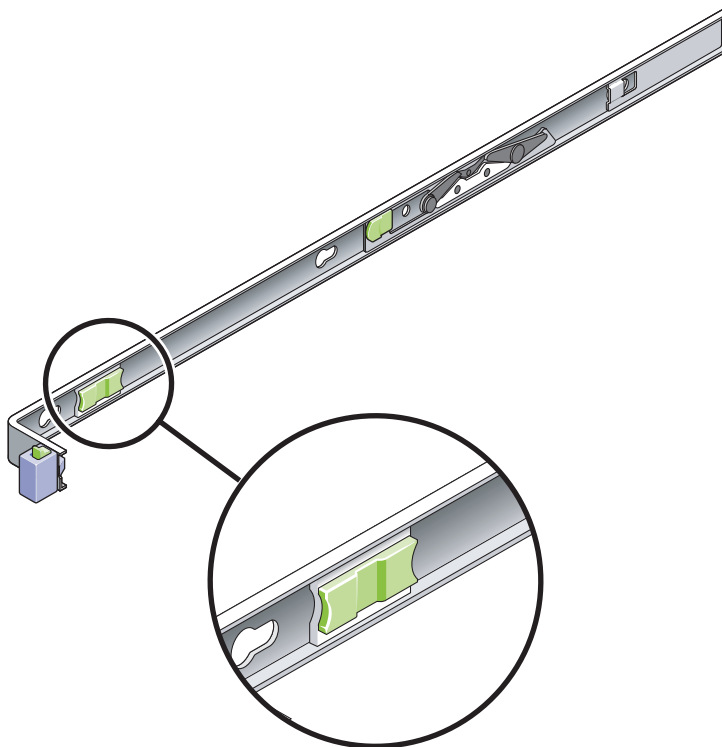

FIGURA 2-14 Pulsante di rilascio della guida
6. Sbloccare simultaneamente i due pulsanti di rilascio delle guide (FIGURA 2-14) e spingere il server completamente nel rack.